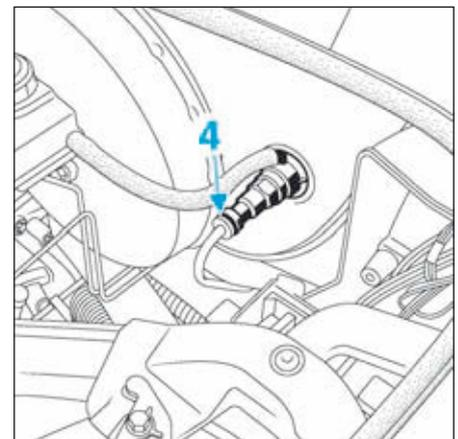

FIG.4
- Débrancher la canalisation de la commande hydraulique d'embrayage au niveau du cylindre émetteur après avoir retiré son agrafe (4) (Fig.4).